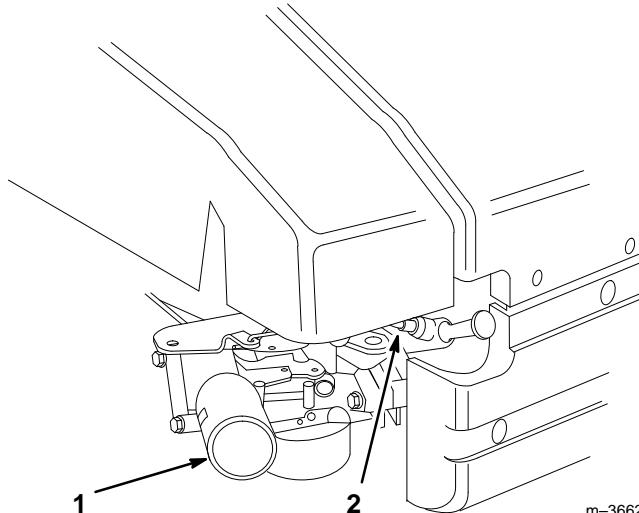

Figure 10
- Pulse el cebador tres (3) veces (Fig 10). Espere aproximadamente dos (2) segundos entre cada pulsación.